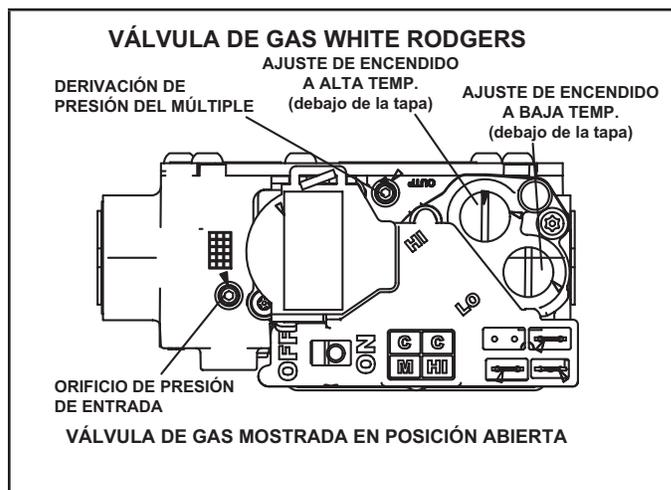

Figura 66
Operación de la válvula de gas (Figura 66)
- 8 - Mueva el interruptor de la válvula de gas a la posición ENCENDIDO. Ver la Figura 66.
Un tapón roscado en la válvula de gas permite acceso a la presión de suministro. Ver la Figura 66. Retroceda el tornillo hexagonal de 3/32 una vuelta, conecte un tubo de 5/16 y conéctelo a un manómetro para medir la presión de suministro. Ver la TABLA 21 para la presión de la línea de suministro.
Un tapón de presión del múltiple en la válvula de gas permite acceso a la presión del múltiple. Ver la Figura 66. Retroceda el tornillo hexagonal de 3/32 una vuelta, conecte un tubo de 5/16 y conéctelo a un manómetro para medir la presión del múltiple.